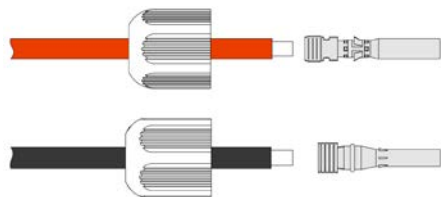

Figura 3-36 Crimpagem de terminais metálicos
- Etapa 2 Solte as contraporcas dos conectores positivos e negativos, passe os cabos positivos e negativos através das contraporcas correspondentes e use uma ferramenta de crimpagem para pressionar os cabos positivo e negativo nos terminais metálicos positivos e negativos, respectivamente, como mostrado na Figura 3-36.